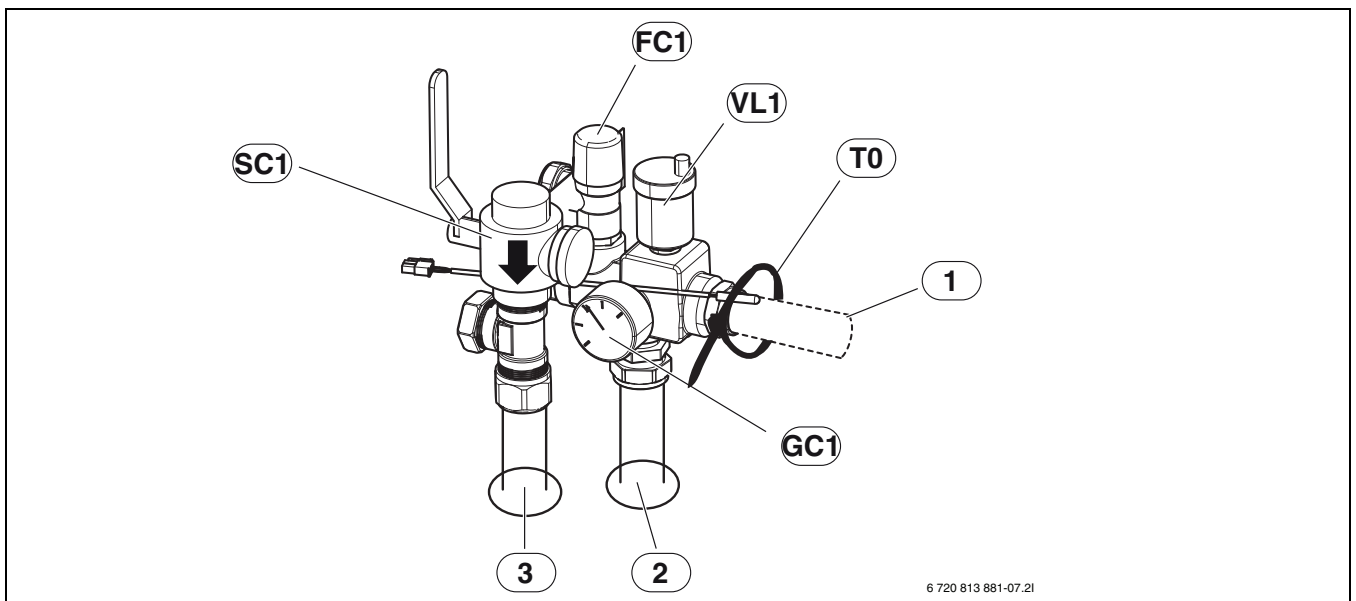

Fig. 8 Montert sikkerhetsgruppe, uten bypass
- ▶ Monter først partikkelfilter ([SC1], fig. 8) på T-stykke.
- ▶ Monter turtemperaturføleren ([T0], fig. 8) og fest den med kabelstrips.